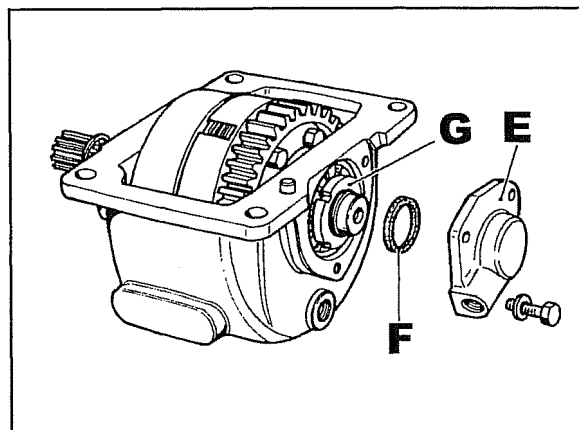

Fig. 3
- 5 Togliere il coperchio **E** fig. 3 quindi togliere l'anello di tenuta quadring **F**.
- 6 Togliere la ghiera **G** fig. 3.